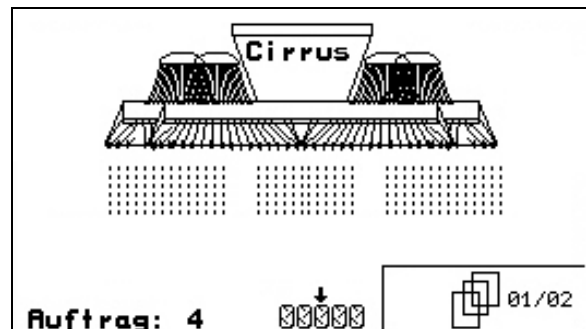

Fig. 75
1. Vorgewende auf allen Rädern vorwählen (Fig. 75).